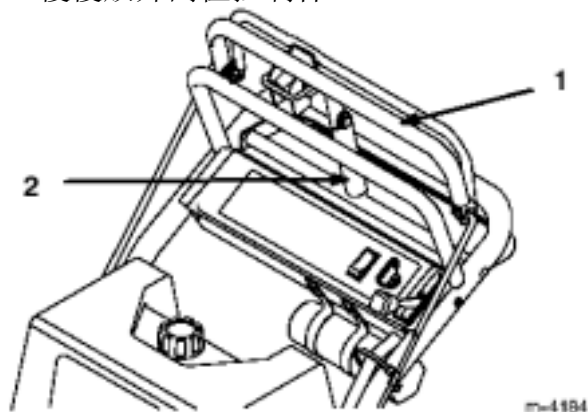

图11
- 1、后拉高位控制手柄（图11）并保持其位置。
- 2、上提刹车锁并慢慢放开高位控制手柄。（图11）刹车锁应保持在上锁位置。
- 1、后拉高位控制手柄（图11）下推刹车锁至开启位置。